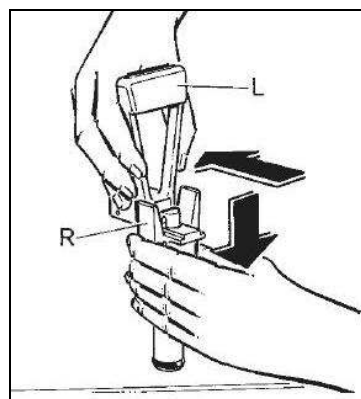

Fig. 13
- Smontare il rubinetto tenendo premuto verso il basso il corpo L sfilando al leva R dalla propria sede (vedi fig.13).